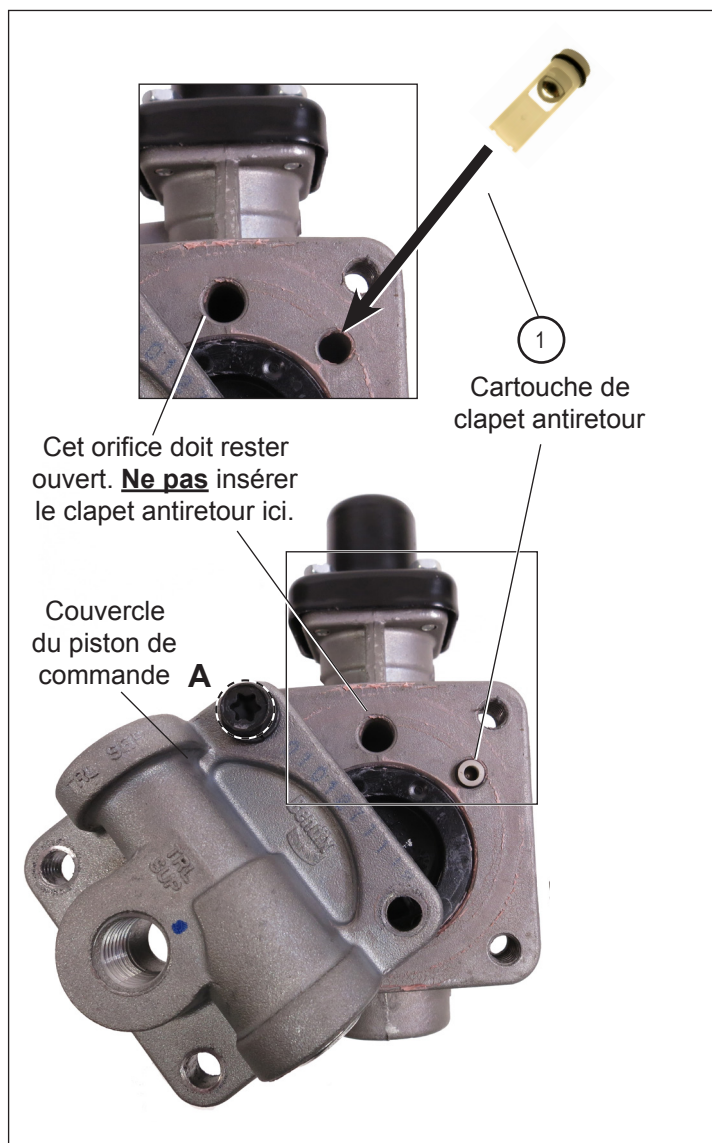

Figure 8 – Mise en place de la cartouche du clapet antiretour
1. S'assurer que la cartouche du clapet antiretour est intacte (1), tel qu'illustré dans la Figure 8.
2. Tenir la cartouche (1) par son bout le plus large (côté joint torique), puis l'insérer par le bout pointu dans le passage d'air. Enfoncer légèrement la cartouche (1) avec le doigt de façon à la mettre de niveau avec le corps de valve. (Consulter la Figure 8.)